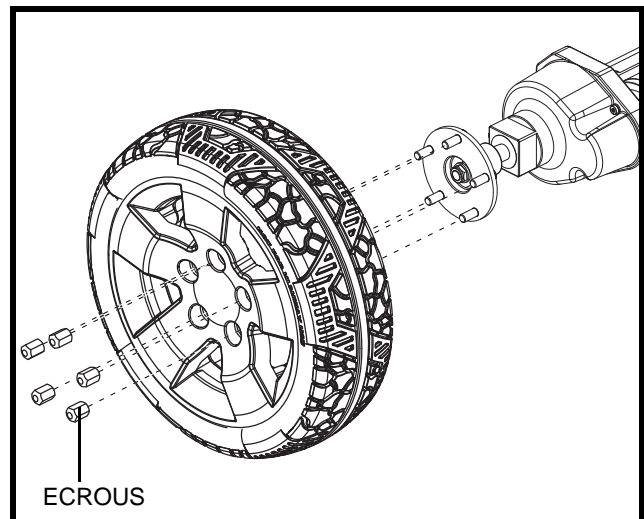

Figure 24. Enlèvement de la roue motrice à âme pleine
3. Retirez les écrous. **See figure 24.**